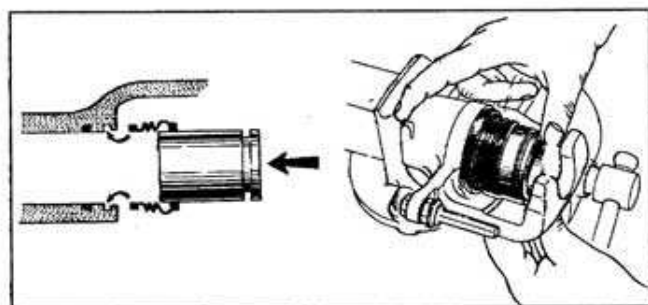

Рис. 6.17. Сборка корпуса скобы
- смазать жидкостью НГ-213 рабочую поверхность поршня и чехла и установить последний на поршень (рис. 6.17). Не смещая с конца поршня чехол, заправить его в канавку корпуса;